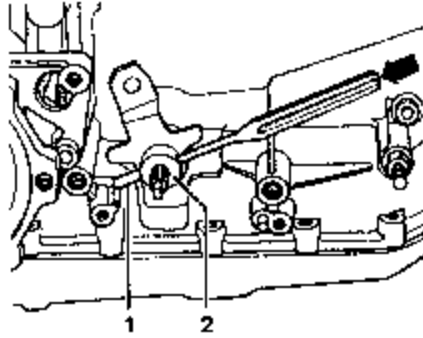

图 8-87 拆卸换档杆
(1) 拆下左侧变速箱支承，拆下多功能开关 F125。
(2) 如图 8-87 所示，变速箱变速杆 2 上的张紧销 1 沿行驶方向向前敲出（箭头），直到变速箱换档杆能从换档轴上拔下。